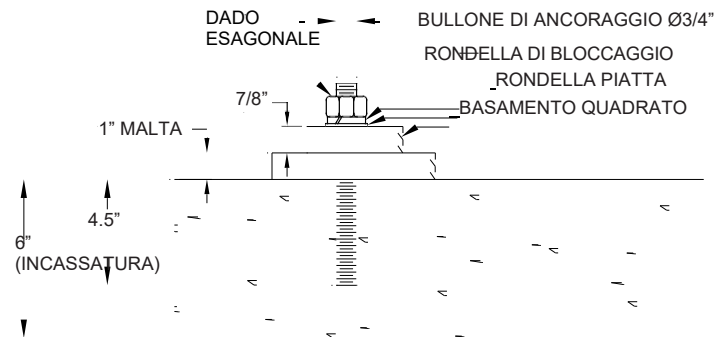

Fig. 3A. Incassamento tipico di basamento quadrato con bulloni di ancoraggio.
- essere incassati a un minimo di 4-1/2" al suolo (**Fig. 3A**).